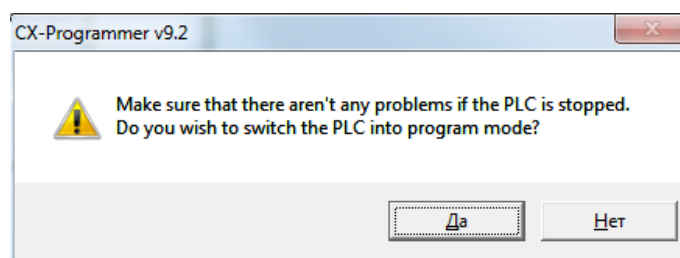

Рисунок 52 – Окно подтверждения 1
2. Щелкните по кнопке [OK]. Отобразится запрос на подтверждение операции загрузки (рисунок 52).
3. Щелкните по кнопке [Yes] (Да) (рисунок 52).